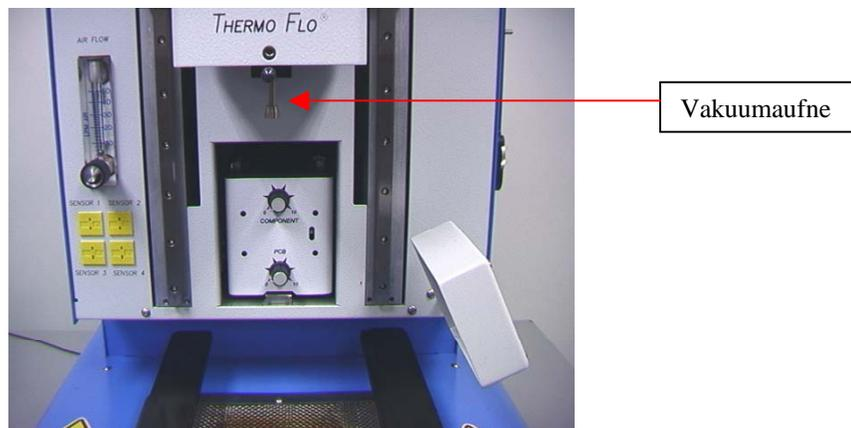

Abbildung 3b
- i. Setzen Sie einen Vakuumaufnehmer geeigneter Größe ein. Der Durchmesser muss kleiner sein als die Oberseite der Steckverbindung. Der Aufnehmer wird festgeschraubt. (Abbildung 3b) **Warnung: Die Verwendung von Werkzeugen zum Festschrauben des Vakuumaufnehmers kann zu Schäden am System führen. Schrauben Sie den Vakuumaufnehmer daher ausschließlich mit der Hand fest.**